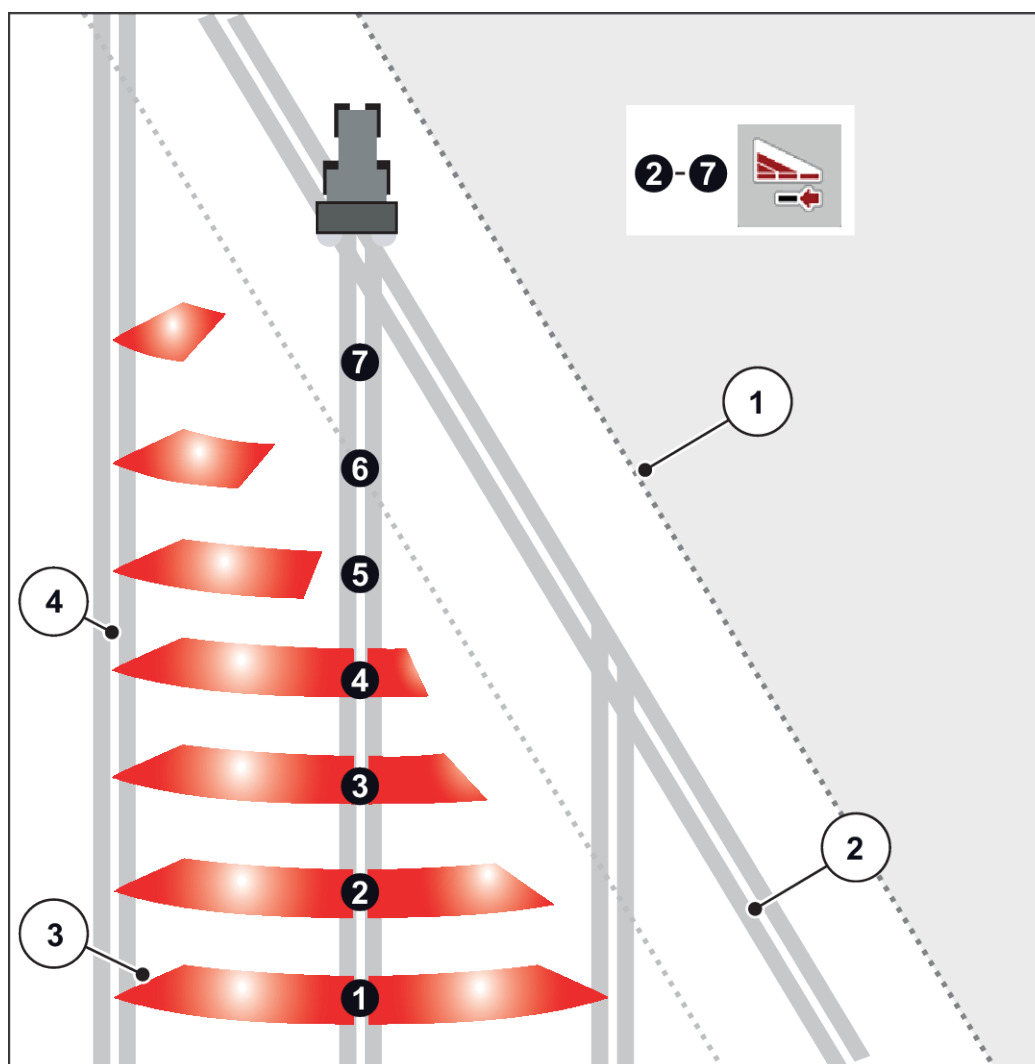

Abb. 46: Automatische Teilbreitenschaltung
- Die Teilbreitenschaltung ist von Außen nach Innen oder von Innen nach Außen möglich. Siehe Abb. 46 Automatische Teilbreitenschaltung.